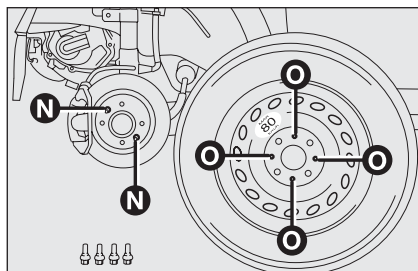

fig. 7
- ☐ monter la roue galette en faisant coïncider l'axe **N**-fig. 7 avec l'un des orifices **O** se trouvant sur la roue;